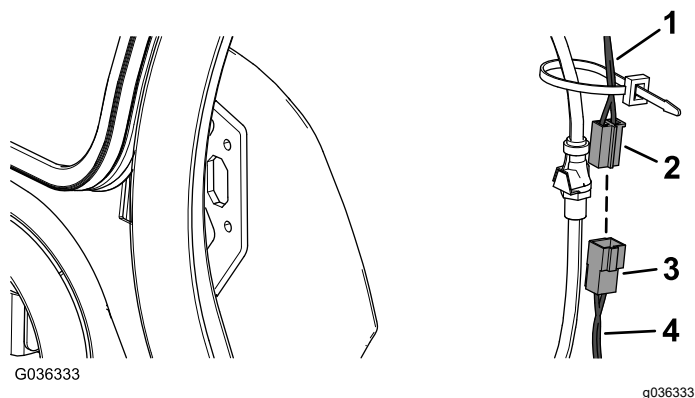

Figura 9
1. Collegate il connettore maschio sul cablaggio preassemblato del kit al connettore femmina sul cablaggio preassemblato della cabina (Figura 9).